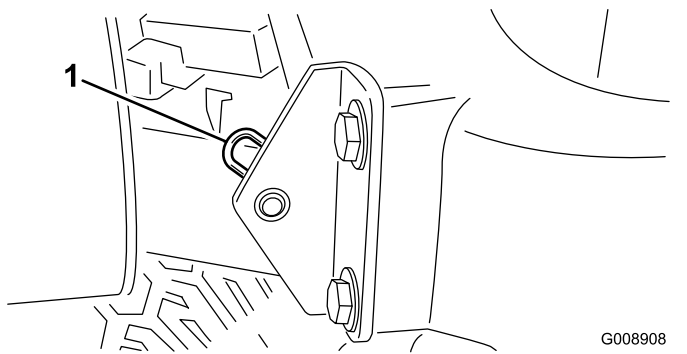

Figura 46
2. Retire el pasador que fija el pivote del capó a los soportes (Figura 46).